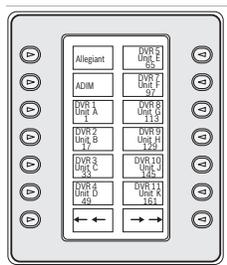

図 3.3 メインプロダクト選択メニュー
1. [PROD] ボタンを押して、キーボードをプロダクト選択モードに切り替えます。ソフトキー表示にプロダクト選択メニューが表示されます (図 3.3 を参照)。